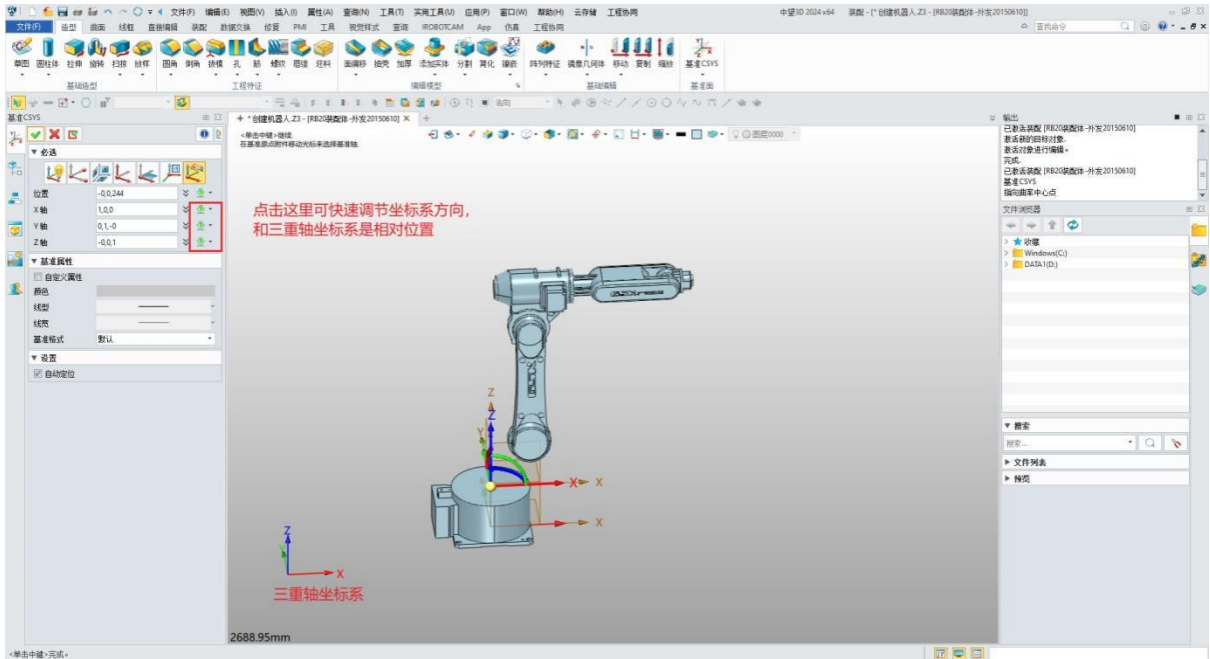

图 8-8: 坐标系构建
- 正确放置和调整坐标系，基坐标系和法兰坐标系只需将 Z 轴对齐即可。（图 8-8）